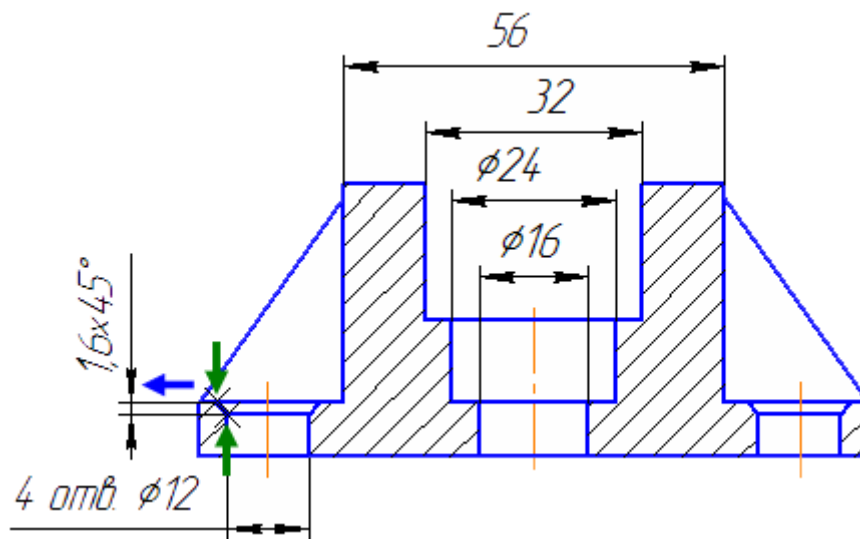

Рисунок 54.
- Укажите базовые точки размера и щелкните в поле Текст левой кнопкой мыши (рис. 54).